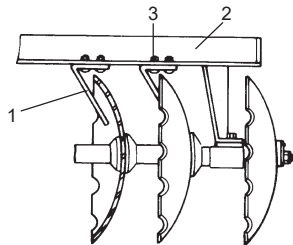

FIGURA 12
22 - Fijar los limpiadores (1) en las armaciones delantera y trasera, con los tornillos (3), conforme **Figura 12**.